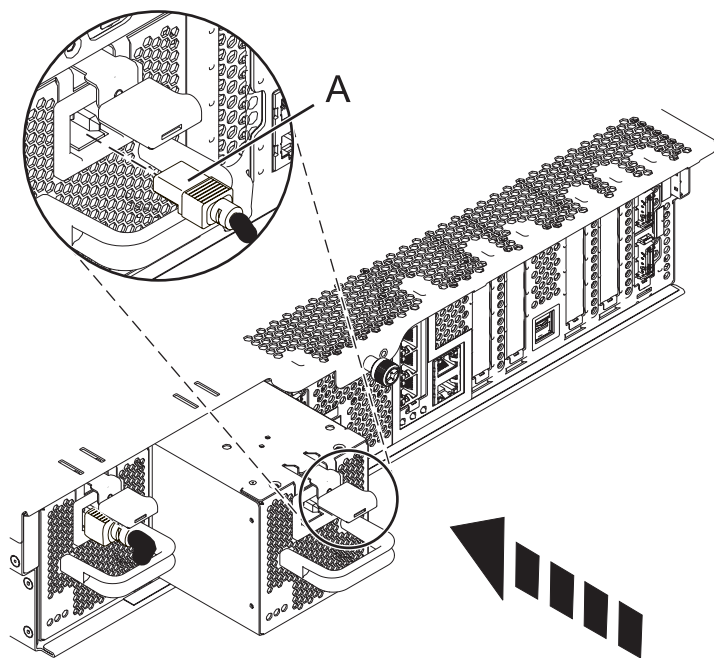

Figura 1. Instalación de una fuente de alimentación con la alimentación apagada
5. Alinee la fuente de alimentación con la bahía e inserte la nueva fuente de alimentación en la unidad del sistema hasta que el mecanismo de cierre encaje en su sitio, como se muestra en la Figura 1.